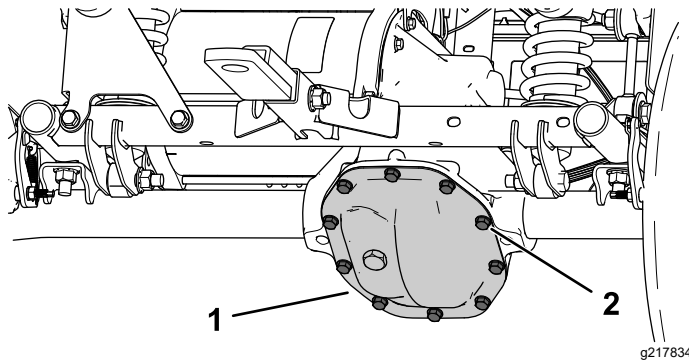

Figure 50
1. Placez un bac de vidange sous la protection de la boîte-pont (Figure 50).
2. Retirez les boulons de la protection de la boîte-pont moteur et vidangez tout le liquide (Figure 50).